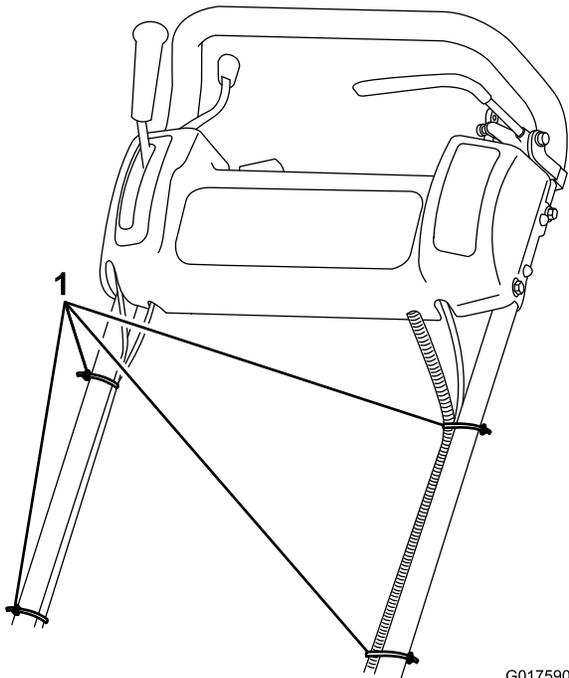

図 5
8. ケーブルタイを使って制御用ケーブルとワイヤーハーネスをハンドルに固定する（図 5）。